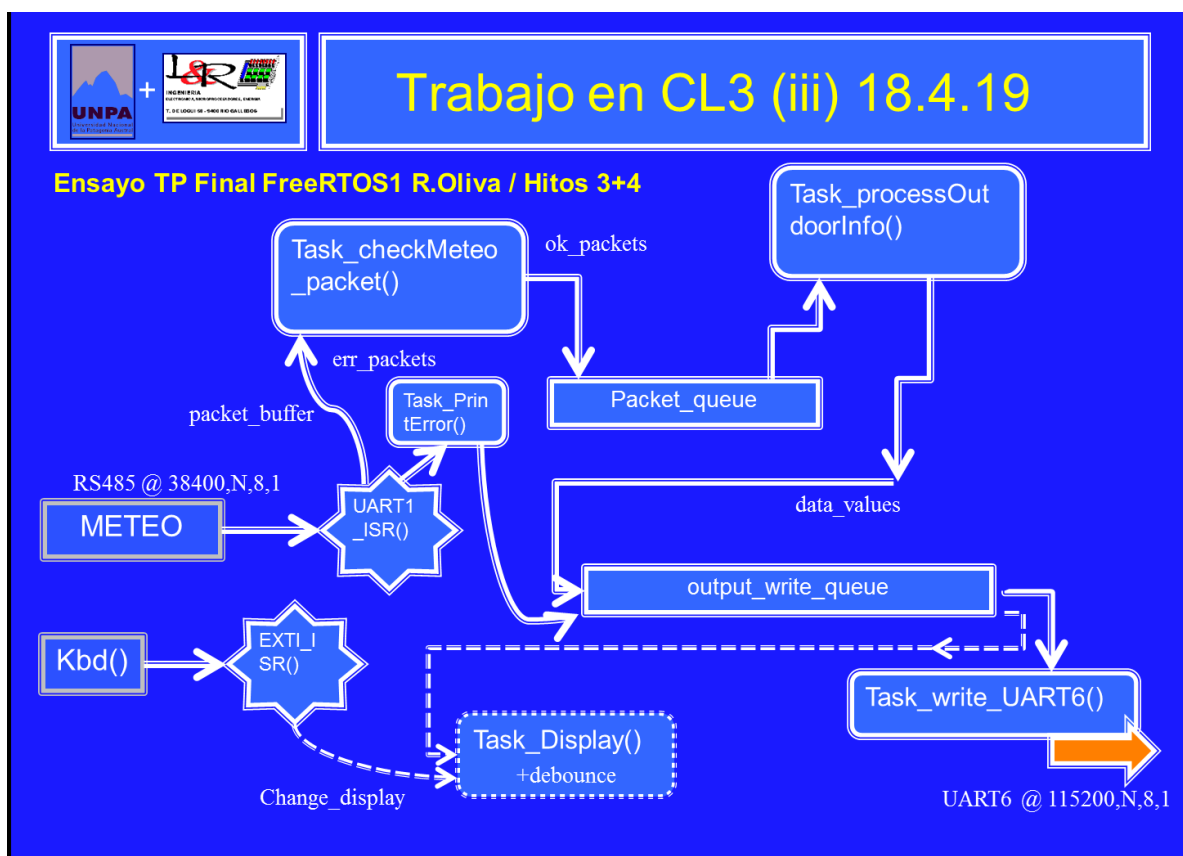

Figura 1 – Estructura general de colas y espacios
2. **Hito 3 avances:** Se definió la siguiente distribución (Figura 1)